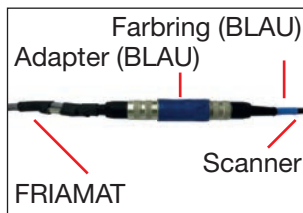

Abb. 5
- Das Scannerkabel mit Farbkennzeichnung (BLAU) und blauem Adapter an die FRIAMAT Datenleitung montieren (Abb. 5).